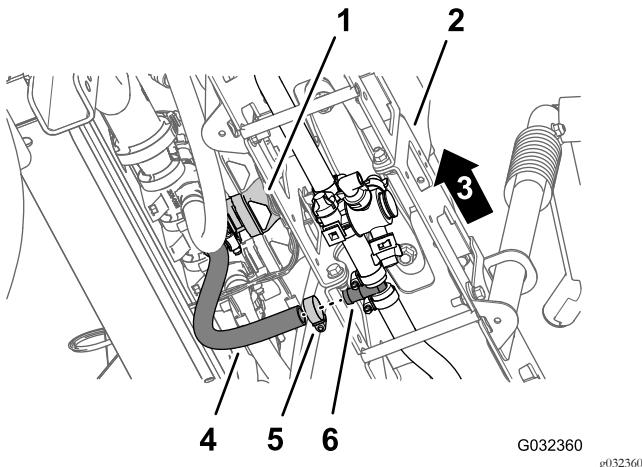

图81
1. 将中央喷洒臂供水软管安装到中央喷洒臂段的 T 形接头上 图81。